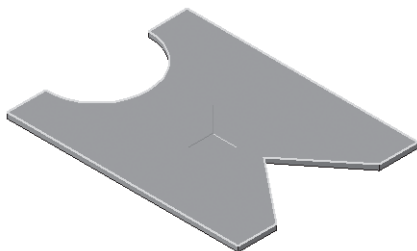

Рис. 406
- щелчком ЛКМ выделите верхнюю грань листового тела (вы укажите плоскость для дальнейшего построения – зеленая) (рис. 406);